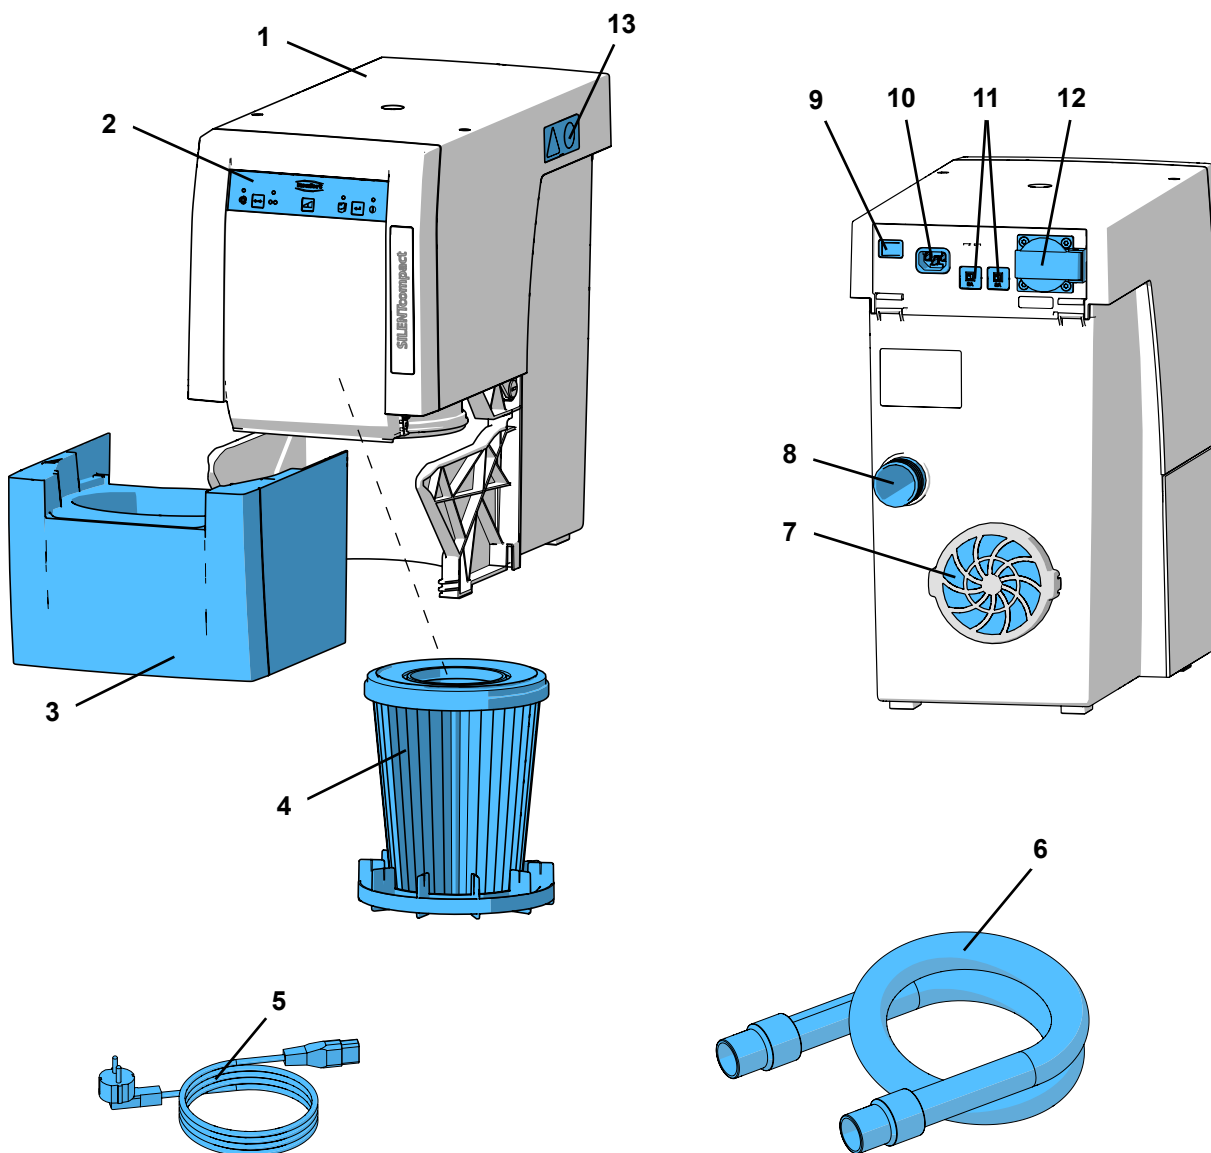

Fig. 1
- L'evacuazione dell'aria di scarico (7, Fig. 1) non sia ostacolata.
- ⇒ Spegnere l'apparecchio tramite interruttore on / off (9).
- ⇒ Collegare il cavo di alimentazione (5, Fig. 1) alla presa (10).
- ⇒ Inserire il tubo di aspirazione (6, Fig. 1) sul bocchettone di aspirazione (8).